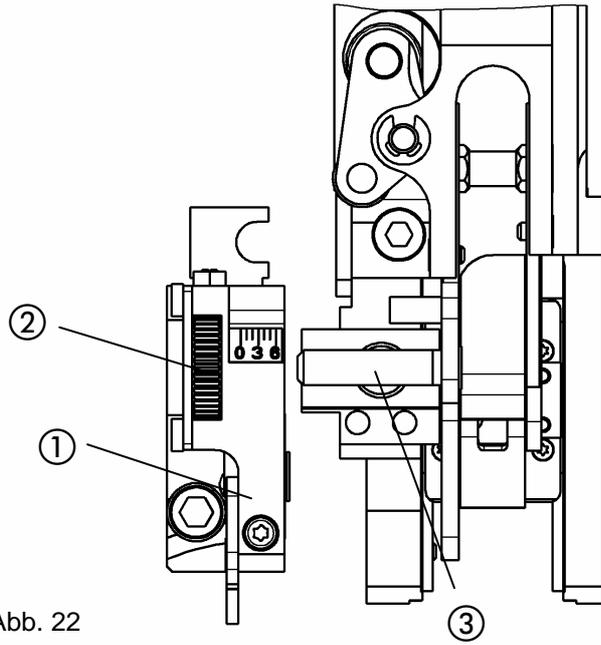

Abb. 22
- Abb. 22 -
- Zum Austausch der Messer Messerkasten ① durch Drehen des Rändelrads ② ganz aus der Führung ③ herausfahren und von Heftkopf abnehmen.
- Messerschieber ⑤ wieder in den Messerkasten ① einbauen (Pfeil B). Dabei Druckfeder des Messerschiebers mit einem Schraubendreher zusammendrücken und in den Messerkasten einschieben. Beachten, dass Druckfeder nicht umgebogen wird.
- Messerkasten ① auf die Führung ③ aufsetzen.